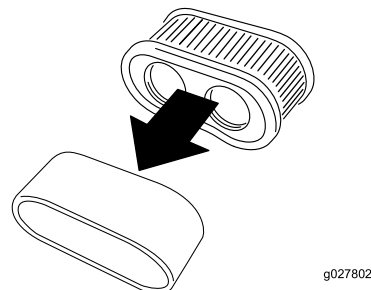

Рисунок 37
5. Отделите друг от друга элементы из пеноматериала и бумаги (Рисунок 37).